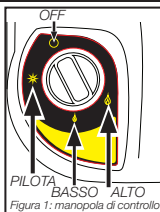

Figura 1: manopola di controllo
- Assicurarsi che la Manopola di controllo a quattro posizioni sia in posizione "OFF" : vedere Figura 1.
- Ruotare la manopola di controllo in senso antiorario fino alla posizione "PILOTA"  e premere per accendere; vedere Figura 1 e Figura 4.
• Dopo che la formella del bruciatore è diventata arancione vivo, regolare l'uscita di calore girando la manopola di controllo nella posizione desiderata (impostazione "BASSO"  o "ALTO" ) Figura 1.